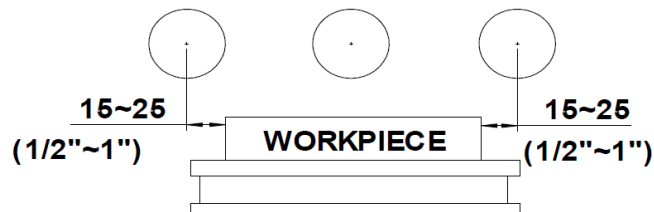

Рис.6.7a
3. Оптимальное значение недобега и перебега шлифовального круга составляет 15-25 мм (Рис.6.7a).